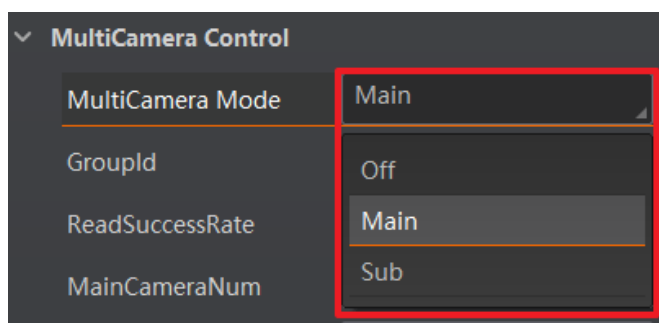

图3-79 选择主从设备
2. 根据需求在 Multicamera Mode 下进行参数设置，其中 Main 为主设备，Sub 为从设备，Off 为关闭触发号组播同步功能，如图 3-79 所示。